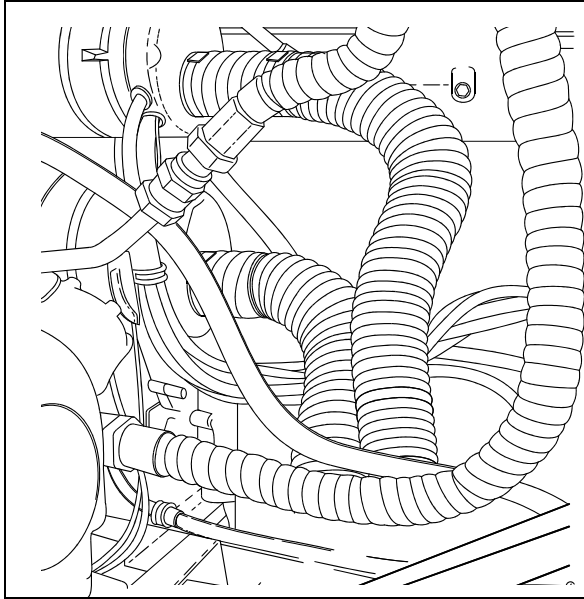

FIGURE 24 : INSTALLATION DES BOYAUX DE VENTILATION DES ALTERNATEURS
2. Installer un boyau à chaque capot et le maintenir en place à l'aide de brides de retenue #504025 (voir la figure 24).